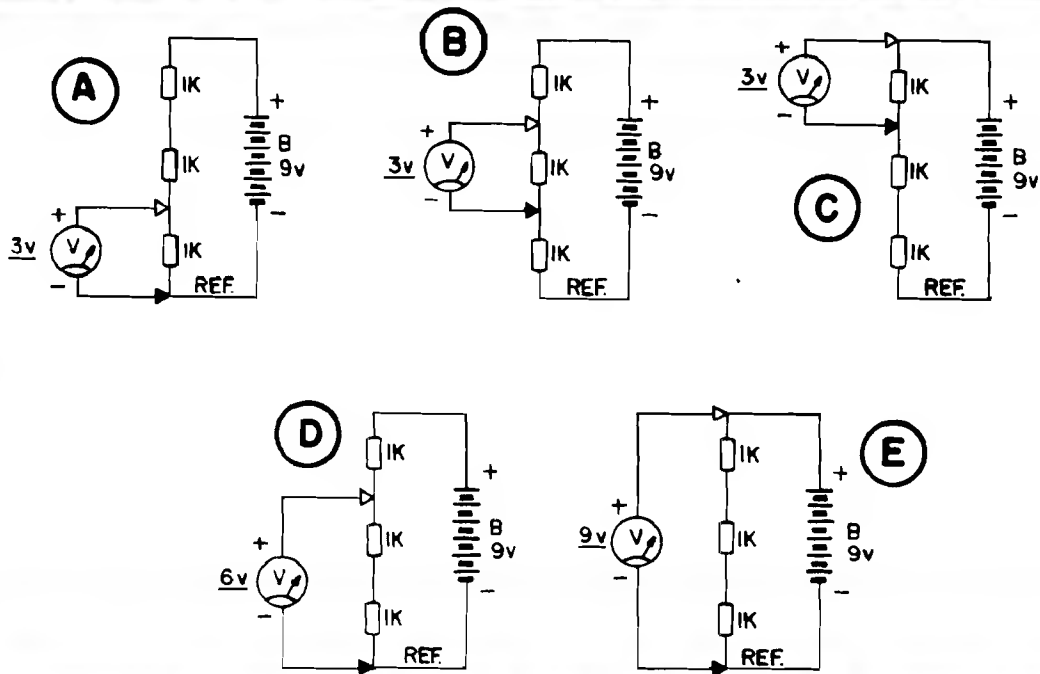

Fig. 9
**- FIG. 9 - OS "DEGRAUS" E AS DIFERENÇAS DE TENSÃO** - Porque a Tensão se "divide em degraus" e a sua medição consti-
tui uma mera “constatação de diferença de altura, entre tais degraus”, observem os interessantes fatos demonstrados nos diagramas da fig. 9, todos baseados na **mesma** estrutura já mostrada na fig. anterior... Nas três medições diagramadas em 9-A, 9-B e 9-C, o VOLTÍMETRO indicará “3V”! Isso ocorre simplesmente porque o VOLTÍMETRO está avaliando a “diferença de altura” entre os “degraus”... Como os três resistores da “pilha” têm igual valor ôhmico, os “degraus” de Tensão **também** se distribuem igualmente! Assim, entre os dois terminais de **cada** um dos três resistores, o VOLTÍMETRO sempre “verá” uma “diferença” de 3V! E não importa “onde”, na “escada”, esteja o resistor/“degrau”... É igualzinho Você ter uma escada **mesmo**, formada por 3 degraus de 30 cm. de altura cada... Embora a escada **toda** tenha 90 cm. de altura, **cada** um dos degraus, não importando se o primeiro, o “do meio” ou o último, medirá sempre 30 cm.! Confirmando esses conceitos elementares, se a medição for feita entre o referencial de “zero” (base da “escada” ou **negativo** da alimentação...) e o ponto indicado na fig. 9-D, o VOLTÍMETRO “verá” uma “diferença” de 6 vol-